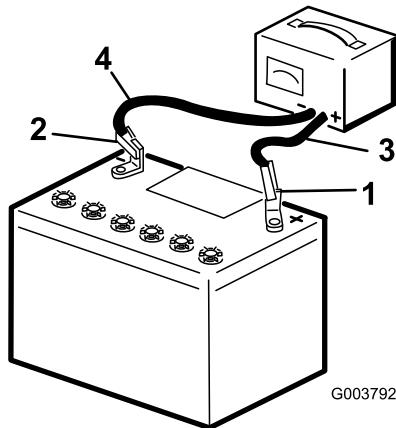

Рисунок 59
2. Подсоедините положительный провод зарядного устройства к положительному штырю аккумулятора (Рисунок 59).
3. Подсоедините отрицательный провод зарядного устройства к отрицательному штырю аккумулятора (Рисунок 59).
5. После полной зарядки аккумулятора отсоедините зарядное устройство от источника электропитания и штырей аккумулятора (Рисунок 59).